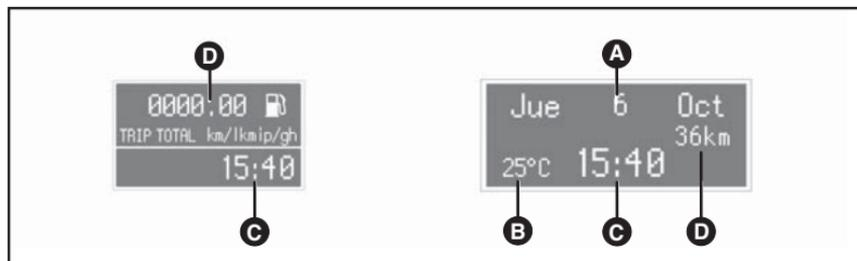

fig. 52
- Cuentakilómetros total/parcial (D-fig. 52).
- Reloj (C-fig. 52).
- Temperatura exterior (B-fig. 52).
- Fecha (A-fig. 52)